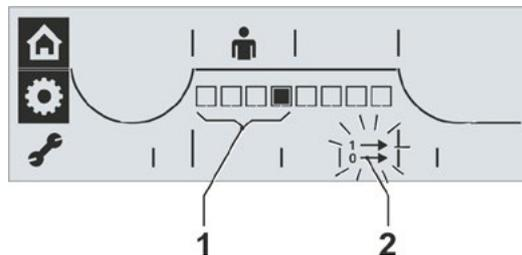

Рис. 1: Показание набора сигналов
1. В меню „Параметры“ поворачивайте кнопку Drive Controller, пока не будет мигать знак набора сигналов (рис. 1, поз. 2). Один чёрный сегмент в пределах первых четырёх позиций шкалы (поз. 1) показывает действующий набор; здесь на рис. 1 выбран набор 4 (см. также таблицу выше).